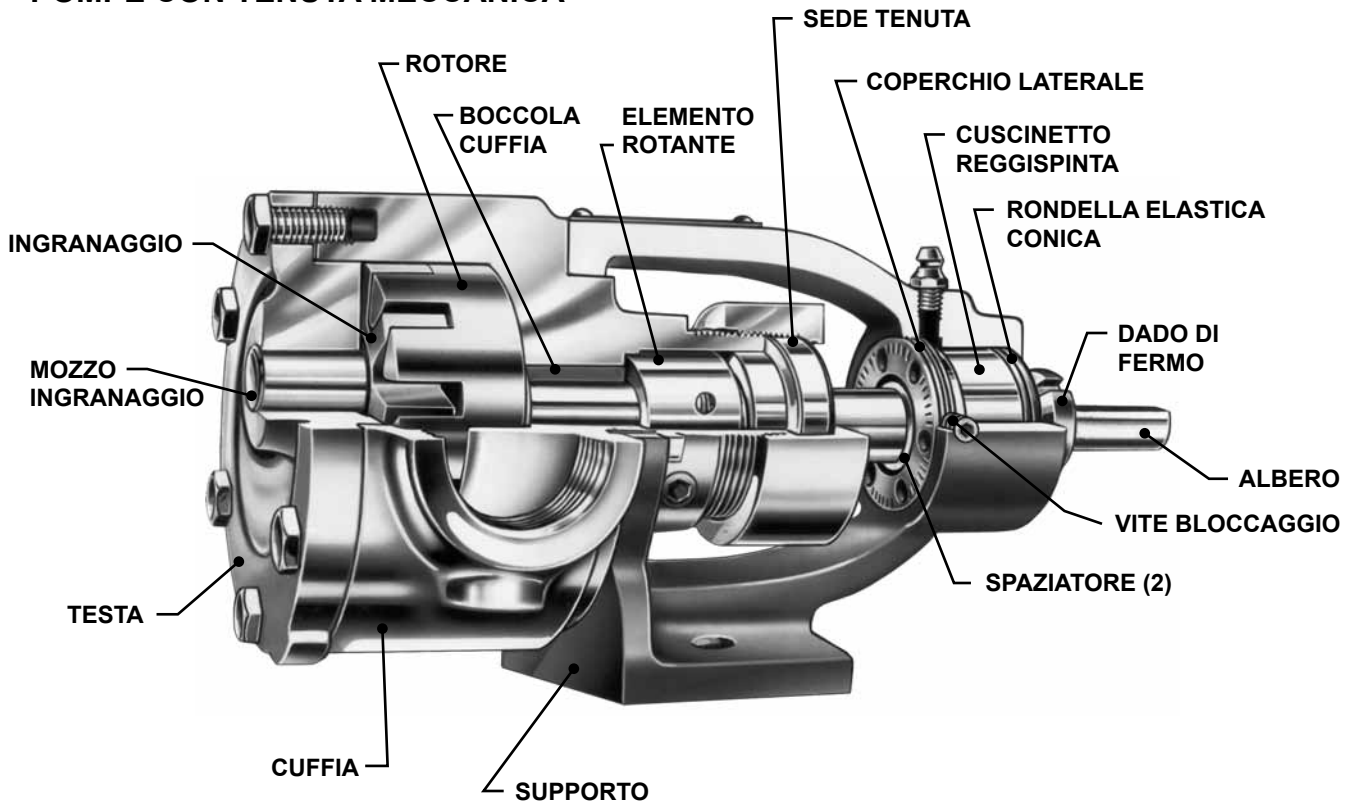

FIGURA 2
4. Il coperchio a vite di regolazione della valvola limitatrice di pressione deve essere sempre posizionato verso la parte aspirante della pompa. Quando si inverte il senso di rotazione della pompa, rimuovere la valvola limitatrice ed invertire l'orientamento. **Fare riferimento alle Figura 1 a pagina 1 e Figura 2 a pagina 4.**
1. **ATTENZIONE:** Quando la testa viene rimossa dalla pompa (Vedere Figura 2), l'ingranaggio normalmente rimane sul mozzo, ma potrebbe cadere fuori se la testa viene inclinata verso il basso. Una caduta su una superficie dura potrebbe danneggiare l'ingranaggio. Se l'ingranaggio dovesse cadere, controllarlo accuratamente e limare o affilare tutti i punti intaccati o rovinati prima di rimontarlo.